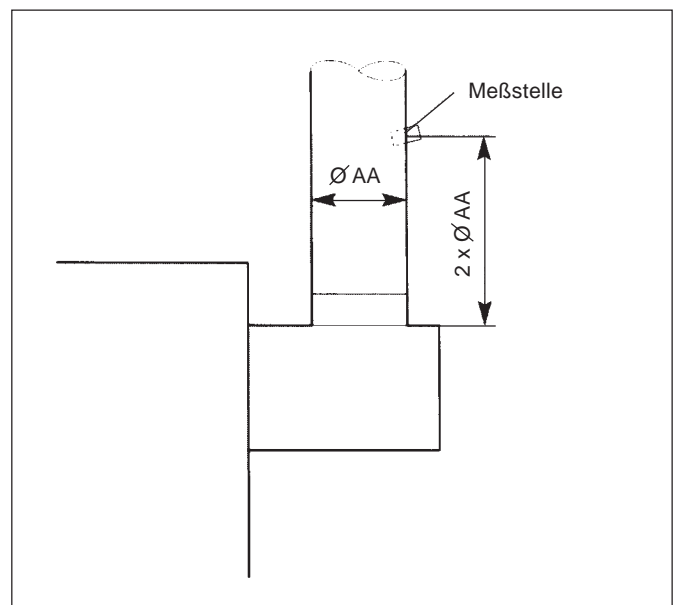

Abb. 21: Meßstelle im Abgasrohr
- Bringen Sie im Abgasrohr, ca. $2 \times \varnothing AA$ nach der Strömungssicherung an der dem Kessel abgewandten Seite, eine Bohrung an (Abb.21).